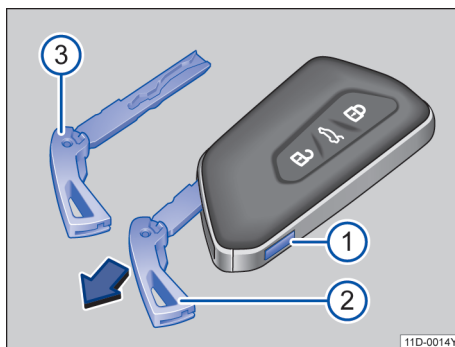

图 40 汽车钥匙：解锁应急钥匙
- ① 短促按压解锁按钮。向上翻起钥匙头。
- ② 按压解锁按钮，沿箭头方向拉出应急钥匙。
- ③ 应急钥匙。
在汽车钥匙中有一把用于手动解锁和锁止车辆的应急钥匙→图 40③→第 47 页。